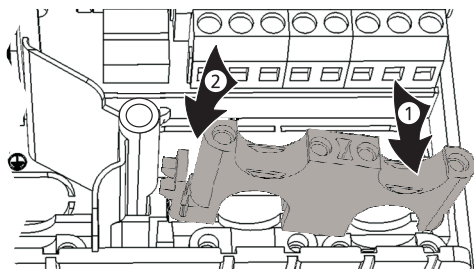

Fig. 4 : introduction du pont de plastique droit
1. Introduire d'abord le taquet d'enclenchement du pont de plastique droit ① (fig. 4).
2. Presser l'autre côté du pont de plastique vers le bas ② jusqu'à l'enclenchement de la borne à ressort.